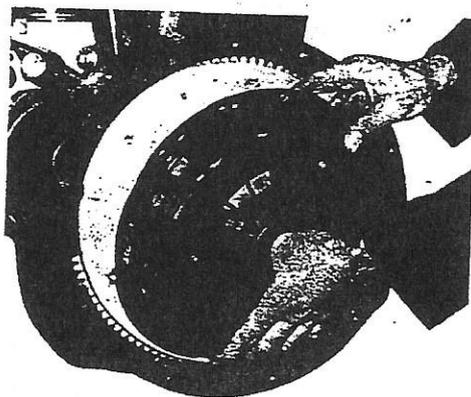

Fig. 4
- Medir o empeno do disco (Fig. 4).